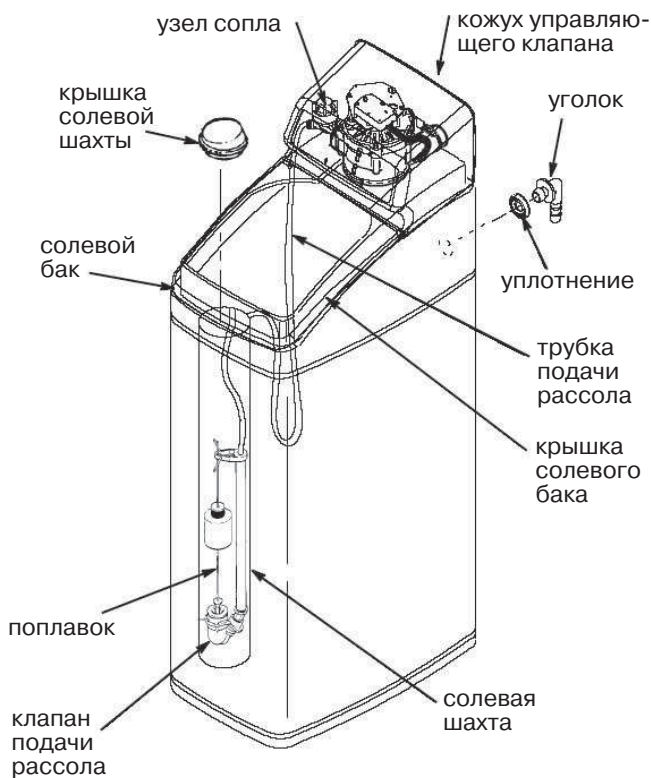

Рис. 4
1. Умягчители поставляются в собранном виде. Во время установки снимите верхнюю крышку и крышку солевой шахты и отложите их в сторону во избежание повреждений. Убедитесь в том, что солевая шахта установлена вертикально и закреплена (**рис. 4**).
Снимите крышку и налейте примерно 50 мл (2-3 чайных ложки) обычного бытового отбеливателя (например, Clorox) в солевую шахту умягчителя (**рис. 4**). Закройте крышку солевой шахты.